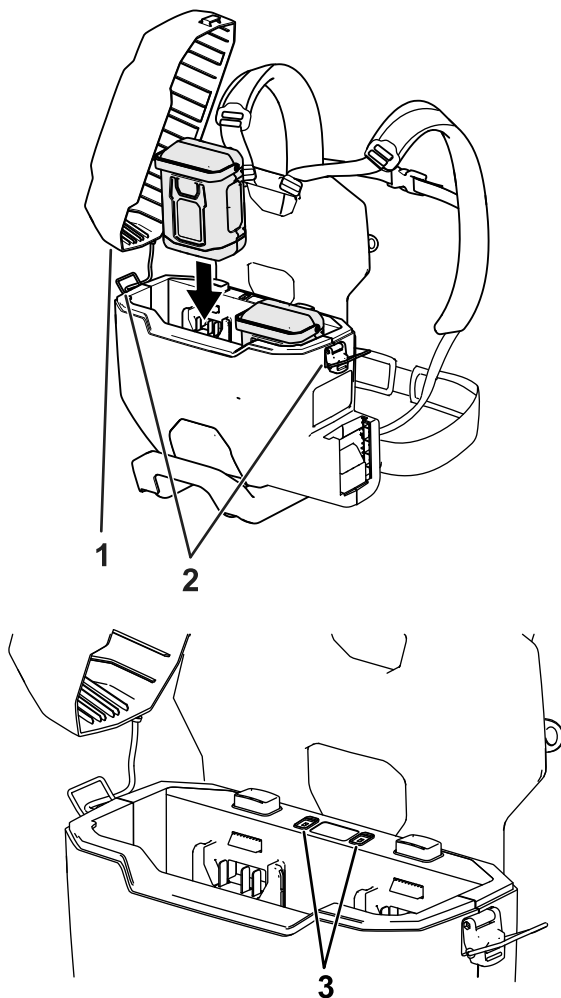

Figure 12
6. Glissez la batterie dans le bloc dorsal jusqu'à ce qu'elle soit complètement enfoncée et enclenchée en place (Figure 12).